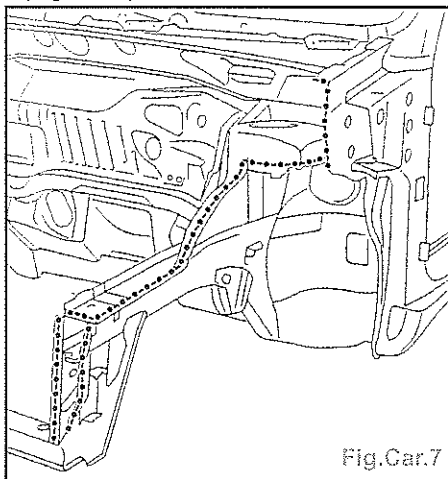

Fig.Car.7
- Préparer les bords d'accostage et les protéger par un apprêt soudable (C7) (Fig.Car.7).